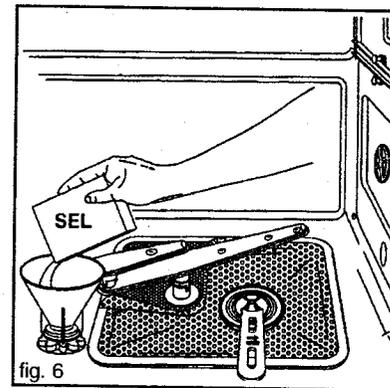

fig. 6
- Adapter l'entonnoir de remplissage qui se trouve à l'intérieur de lave-vaisselle sur l'orifice du réservoir à sel (fig. 6).